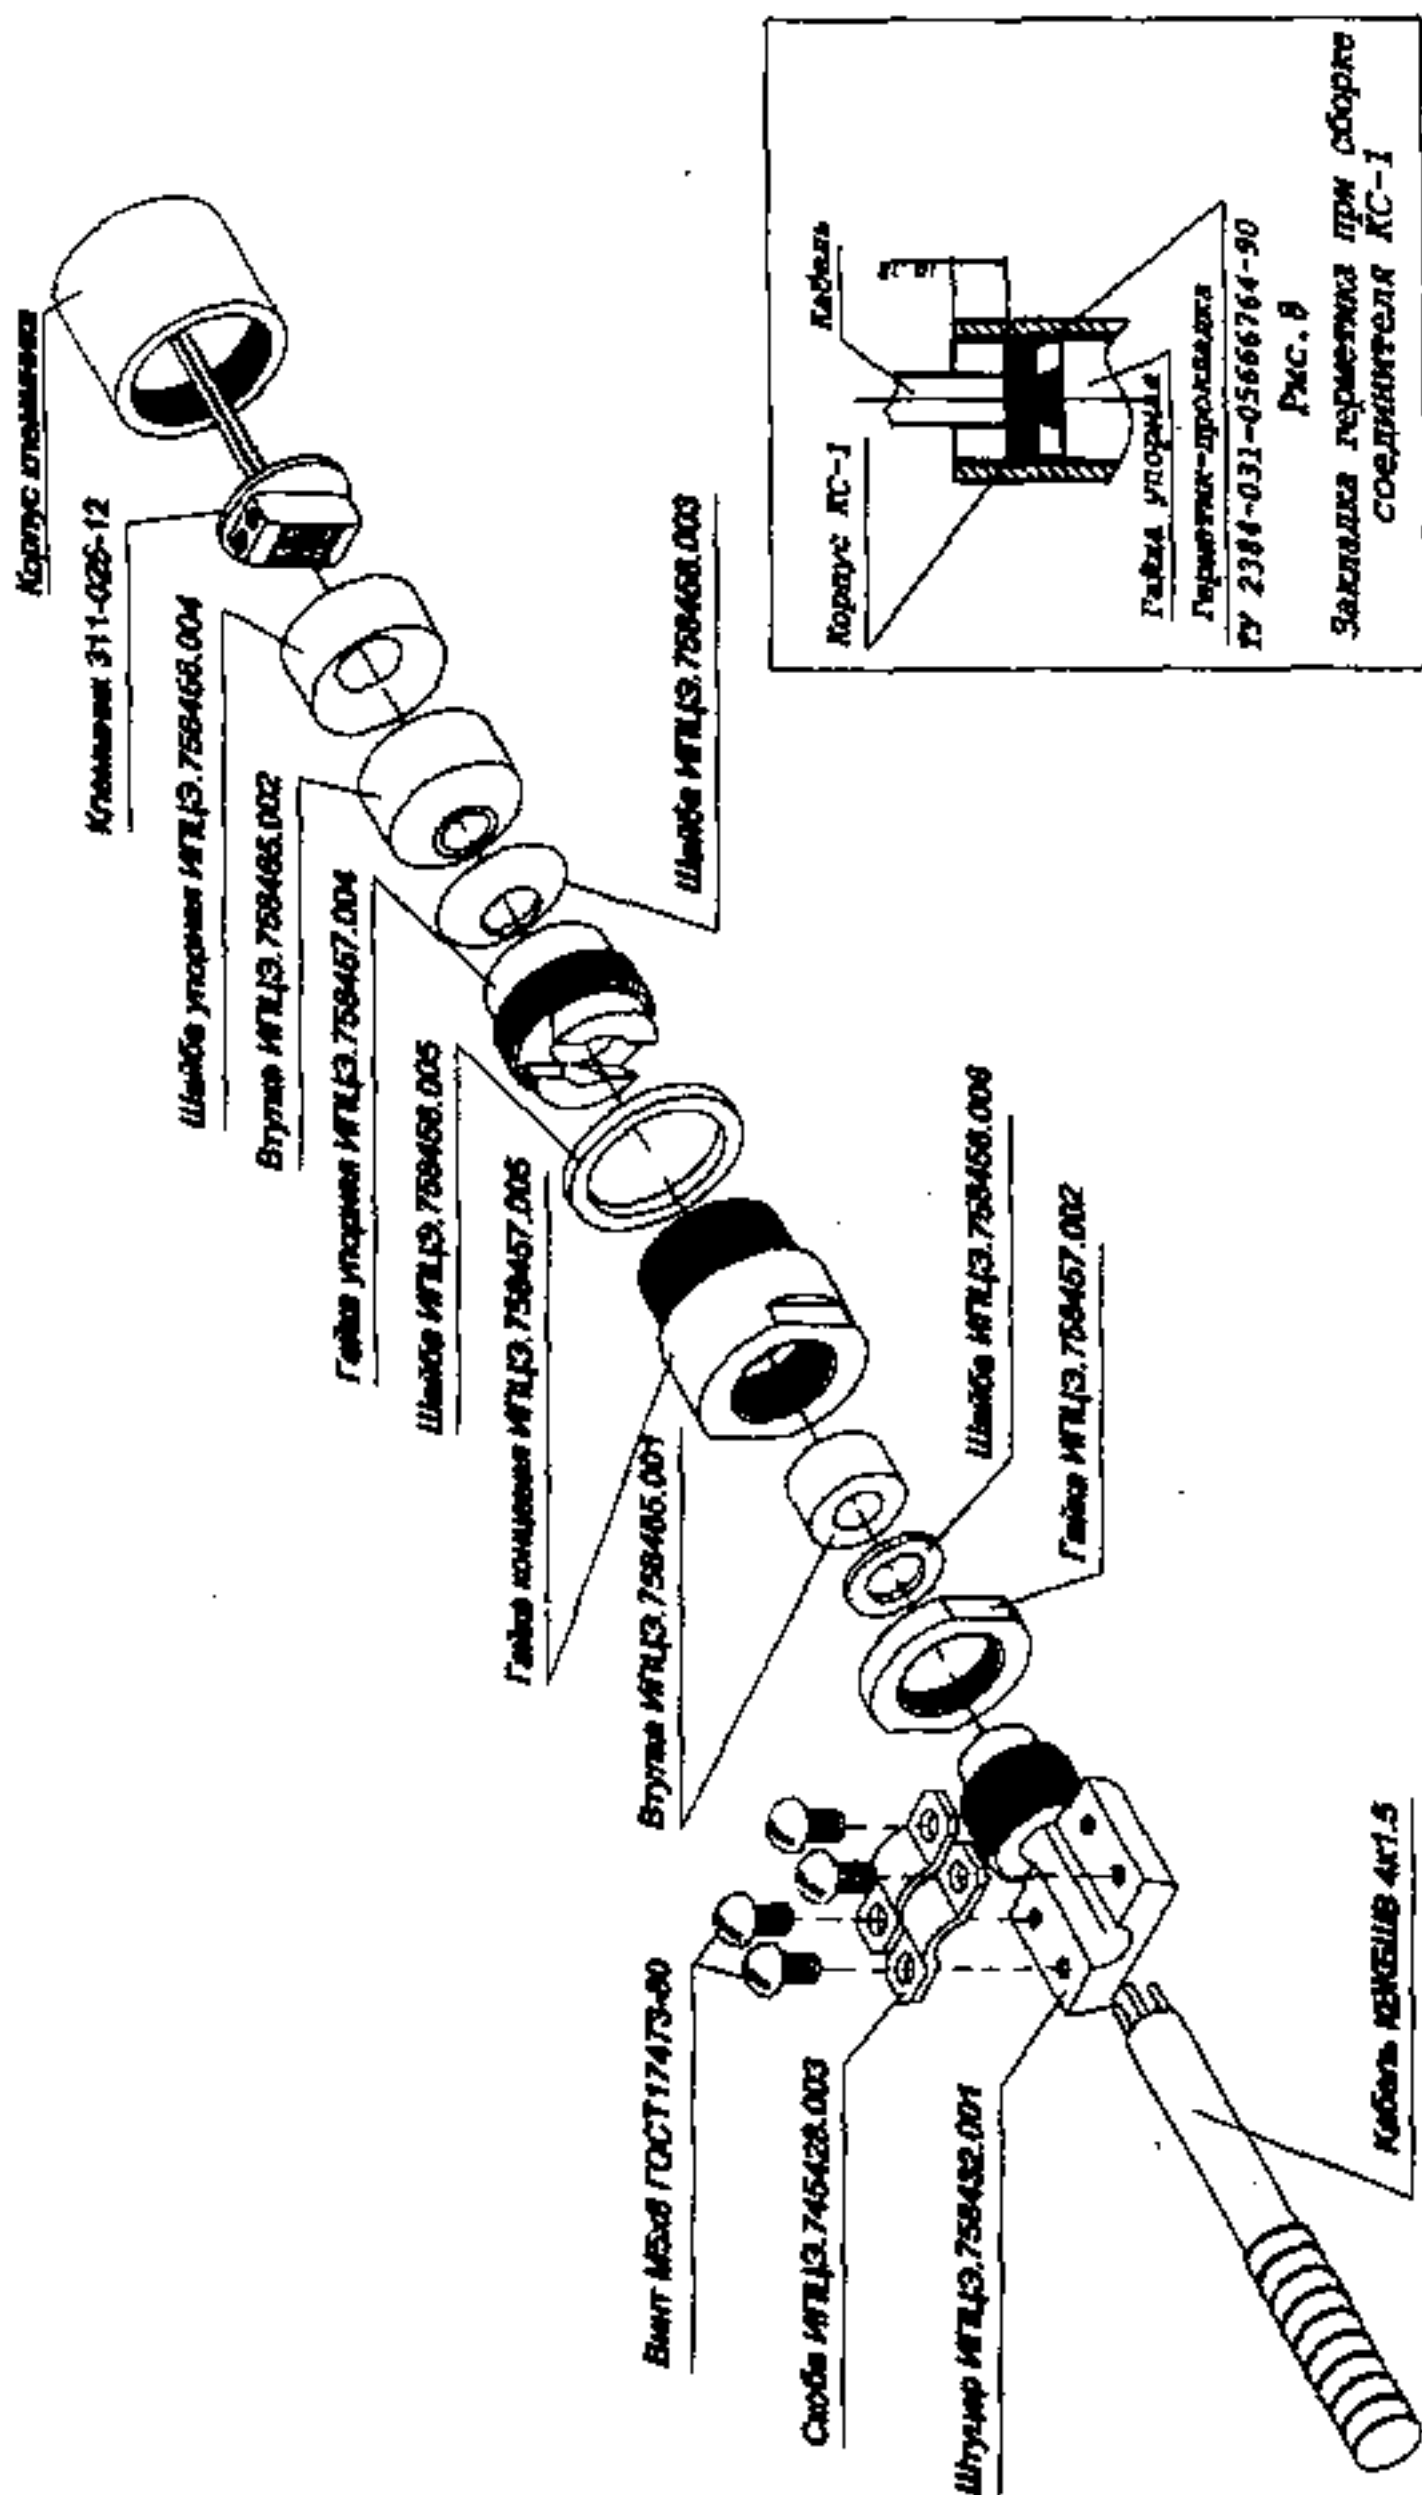

Рис.9 Схема монтажа клеммного соединителя
2.7.10 Второй кабель монтируется согласно рис.9 по пунктам описанным выше, но смещение металлорукава по пункту 2.7.3 достаточно провести на длину 100мм, и вместо изображенного штуцера ИПЦЭ 758432.001, монтировать штуцер ИПЦЭ 758432.002.